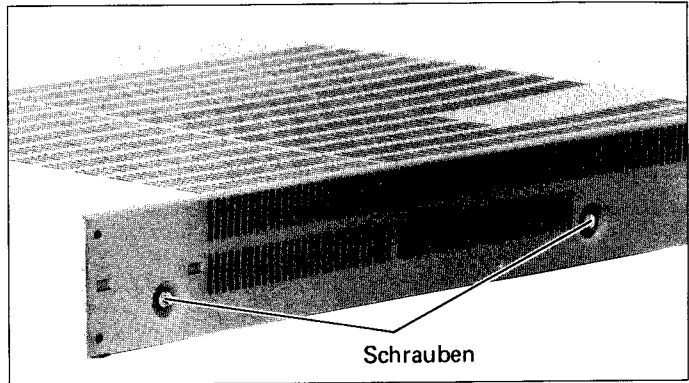

Abbildung 39-1
1. Die vier Schrauben, die das Gehäuse befestigt halten, auf der rechten und linken Seite des Gerätes, entfernen. (Siehe Abbildung 39-1)
3. Den Bodenteil festhalten und das Gehäuse durch Anheben entfernen. (Siehe Abbildung 39-1)